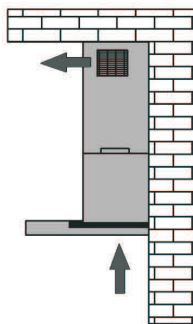

Рис. 3
2) Рециркуляция (рис. 3) – внутренняя циркуляция воздуха с использованием угольного фильтра.